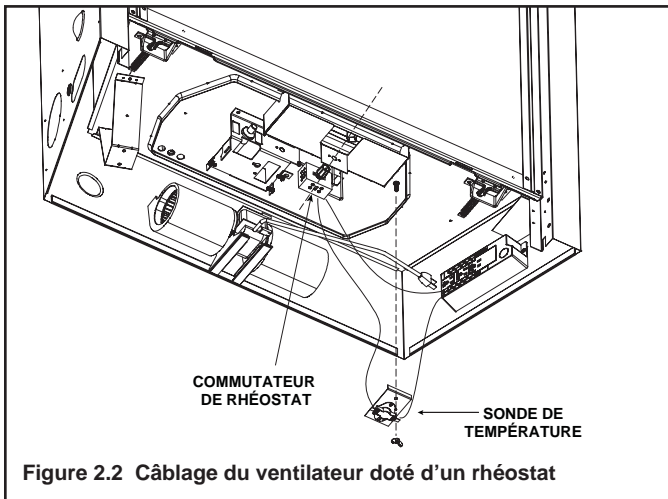

Figure 2.2 Câblage du ventilateur doté d'un rhéostat
- Consulter les figures 2.2 et 2.3 pour voir l'emplacement de la commande.